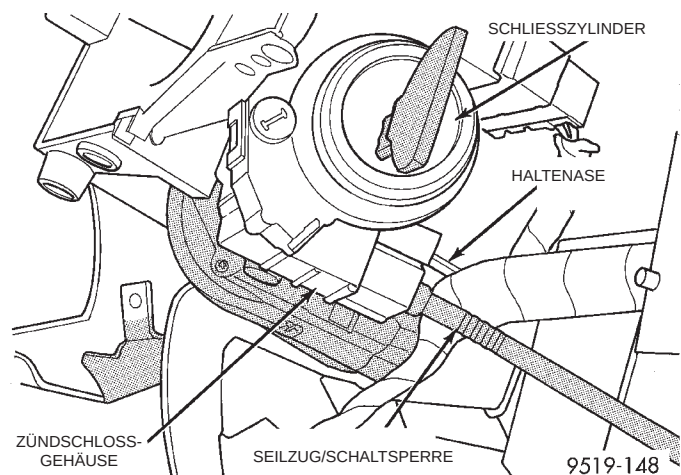
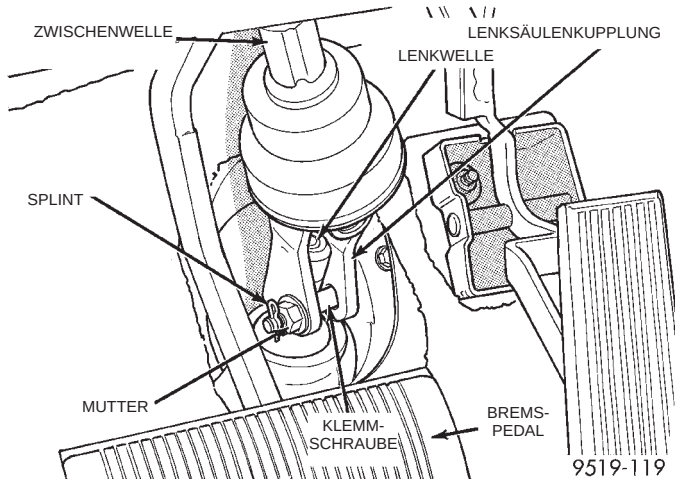

**Abb. 19 Seilzug der Schaltsperre am Zündschloßgehäuse**
**Abb. 20 Befestigung der Lenksäulenkupplung am Lenkgetriebe**
(24) Die Haltenase am Seilzug der Schaltsperre (Abb. 19) nach unten drücken und den Seilzug aushängen.
(25) Den Clip ausbauen, mit dem der Kabelbaum am Mantelrohr der Lenksäule befestigt ist.
(26) Splint aus der Klemmschraube der Lenksäulenkupplung herausziehen (Abb. 20). Die Mutter der Lenksäulenkupplung lockern und die Klemmschraube (Abb. 20) von der Lenksäule abbauen. **Die Mutter der Klemmschraube ist so an der Lenksäulenkupplung befestigt, daß sie nicht ausgebaut werden kann.** Dann die Lenksäulenkupplung auseinanderbauen.
(4) Die Lenksäulenkupplung zusammenbauen. Die Klemmschraube in die Lenksäulenkupplung einbauen. Die Klemmschraube mit einem Anzugsmoment von 27 N·m (240 in. lbs.) festziehen. **Unbedingt den Dauersplint einbauen, mit dem die Klemmschraube gesichert wird (Abb. 20).**
(5) Den Seilzug der Schaltsperre (Abb. 19) im Zündschloßgehäuse einhängen.
(6) Den Kabelbaum am Mantelrohr der Lenksäule verlegen und mit dem Clip befestigen.